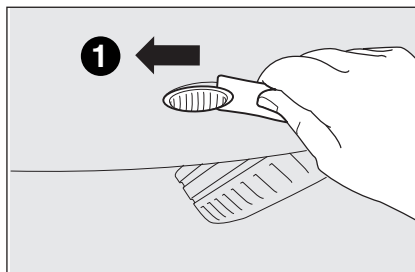

fig. 16a
- ☐ faire lever sur le transparent en commençant de la partie avant vers la partie arrière (**1-fig. 16a**) ;